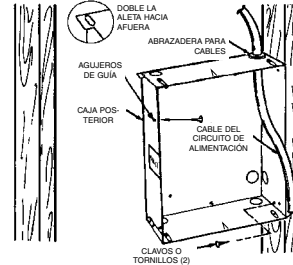

Figura 1
1. Determine cuál de los lados de la caja posterior va a montarse contra un travesaño, y doble las aletas de los ángulos posteriores 90° hacia afuera, de manera que la caja quede escuadrada con el travesaño después de la instalación. (Vea la Figura 1).
3. Posicione la caja posterior contra un lado de los travesaños, y asegúrela mediante clavos o tornillos, como se muestra en la Figura 1.
NOTA: en los lados de la caja posterior se han provisto agujeros de guía para tornillos para chapa n.º 8. Después de haber terminado la pared o el cielorraso, inserte un tornillo para chapa n.º 8 (longitud recomendada: 1" / 25 mm) a través del lado de la caja que no está montado en el travesaño. Esto impedirá que la caja salga hacia afuera cuando se instale el conjunto de calefactor. (Vea la Figura 1).